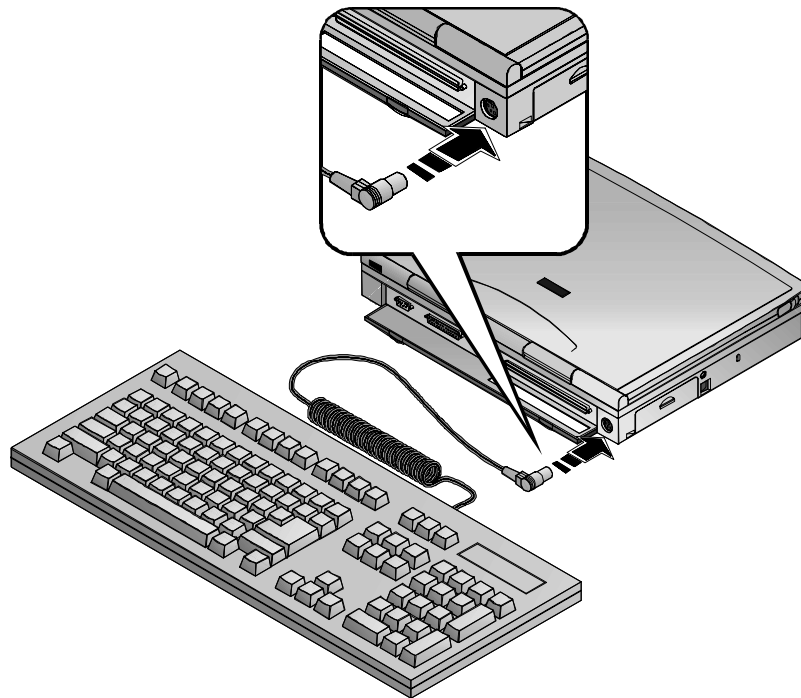

Figure 4-4 : connexion d'un clavier externe
2. Connectez le clavier au port PS/2 du notebook (figure 4-4).